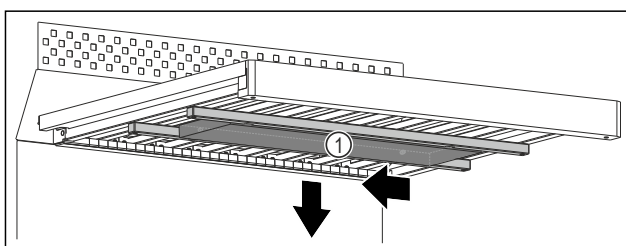

Fig. 95
- ▶ Wasserbox Fig. 95 (1) nach links schieben.
- ▶ Wasserbox Fig. 95 (1) nach unten entnehmen.